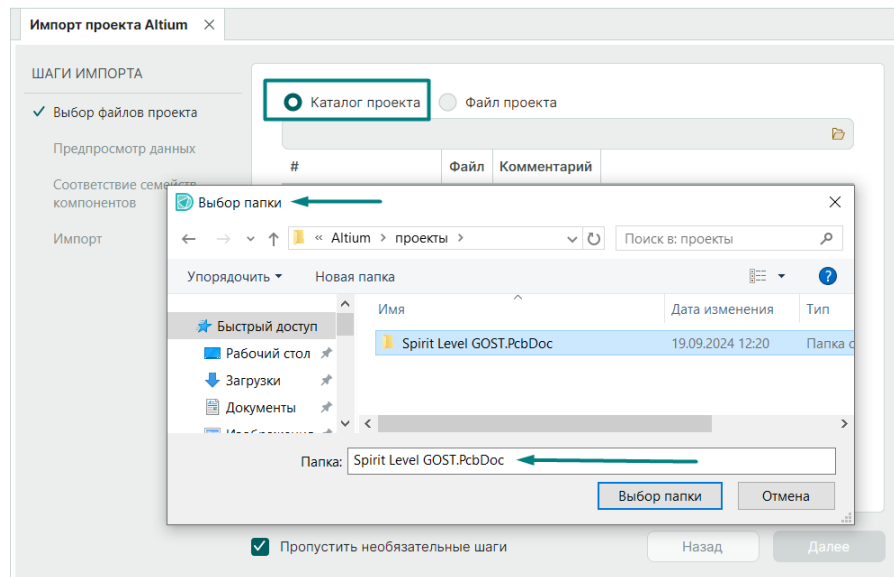

Рис. 17 Импорт файлов схемы и платы из каталога
- способ «**Каталог проекта**» – выбирается каталог, в котором ранее пользователь расположил файлы бинарного формата (ASCII) схемы (.SchDoc) и платы (.PcbDoc) проекта, см. Рис. 17.